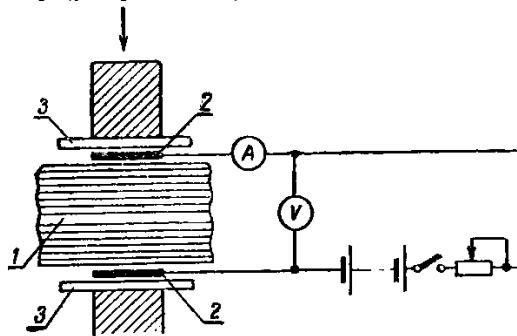

Рисунок 8.1 – Схема определения сопротивления изоляции листов активной стали:
- собрать электрическую схему (рисунок 8.1);